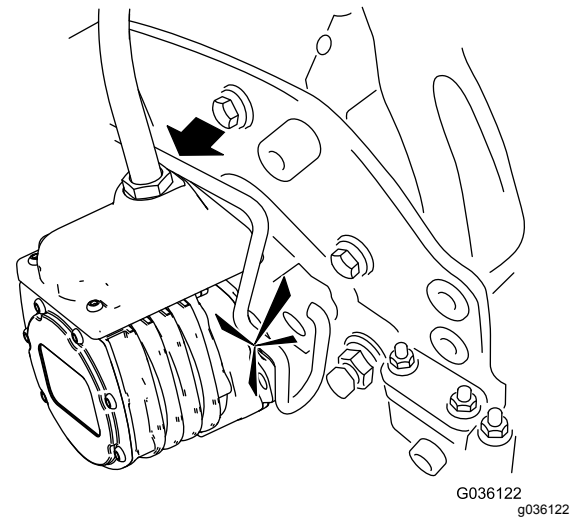

Figura 53
6. Spalmate del grasso pulito sull'albero scanalato del motore dell'apparato di taglio (**Figura 53**).
7. Inserite il motore nel lato sinistro dell'apparato di taglio (come mostrato dalla posizione dell'operatore) e tirate la barra di fissaggio del motore sull'apparato di taglio verso il motore stesso fino a udire chiaramente uno scatto da ambo i lati del motore (**Figura 53**).